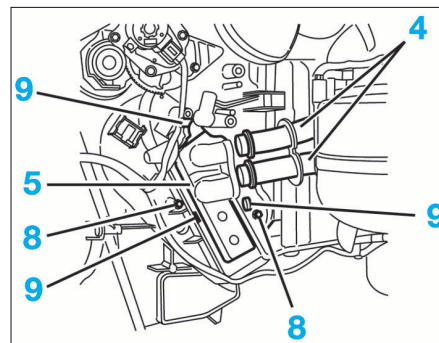

FIG. 17
- Dégager le faisceau (7).
- Pousser les raccords (4) vers le tablier et récupérer les joints toriques.
- Déposer les deux fixations (8) (Fig.17) du radiateur de chauffage (5).